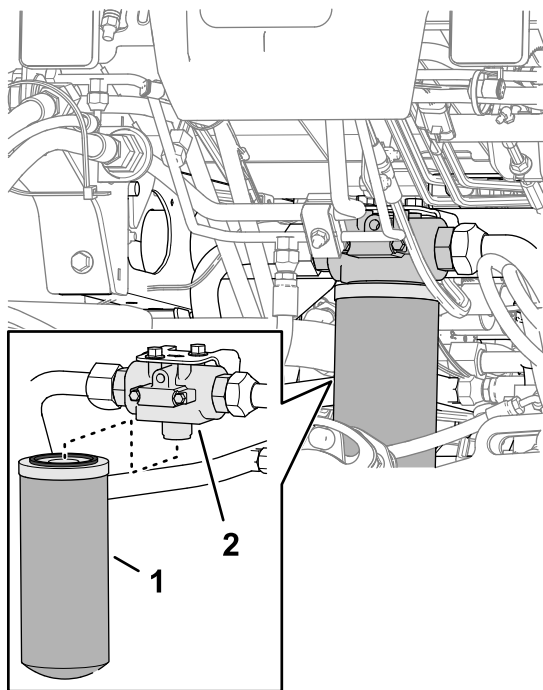

Figure 149
2. Placez un bac de vidange sous le filtre de retour, à l'avant de la machine (Figure 149).